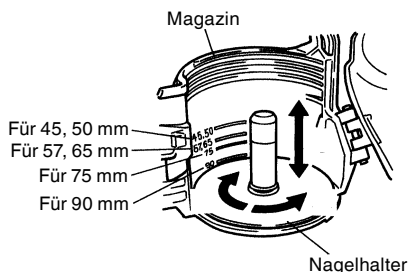

Abb. 3
Den Nagelhalter ③ im Uhrzeigersinn (etwa 90°) drehen, bis er hörbar einrastet. (**Abb. 3**)